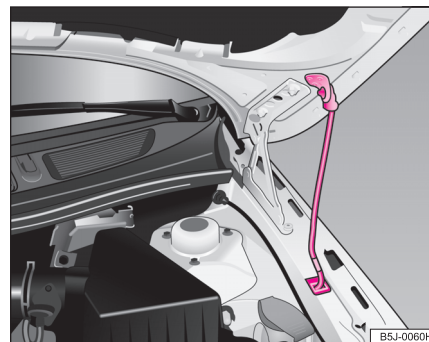

Fig. 155 Seguro del capó con la varilla de apoyo
- Saque la varilla de apoyo de su fijación y engánchela en la abertura prevista con tal fin ⇒ página 221, fig. 155.